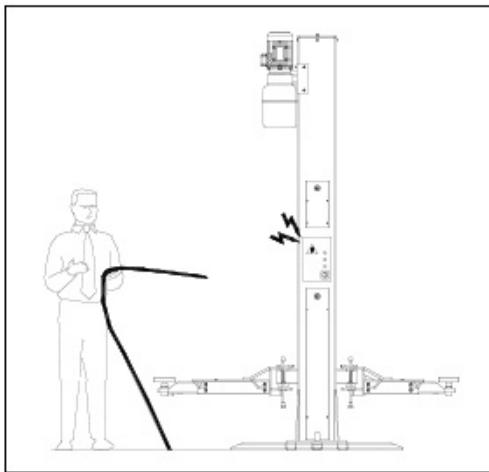

Рис. 25
**Риск поражения электрическим током** существует в местах, где проложены электрические провода. Не используйте около подъёмника струи воды, пара (мойки высокого давления), растворители, краски и уделяйте особое внимание тому, чтобы такие вещества находились на удалении от электрической панели управления. Рис. 25